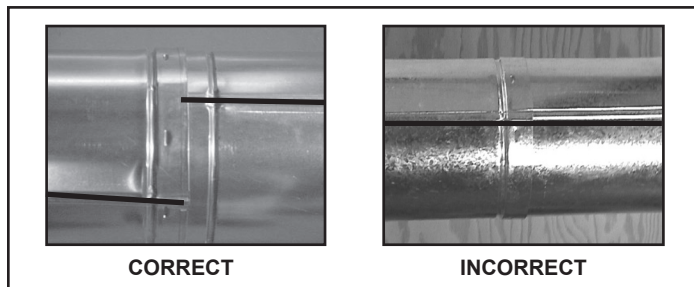

Figure 3.2 – S'assurer que les cordons de soudure ne sont pas alignés afin de prévenir les déconnexions accidentelles.
Le conduit de cheminée extérieur de la section coulissante doit glisser par-dessus le conduit de cheminée extérieur de la section de conduit et s'insérer dans (conduit de cheminée intérieur) la dernière section de conduit (figure 3.2).
- Installez le système de ventilation comme décrit aux figures 3.2 à 3.14.